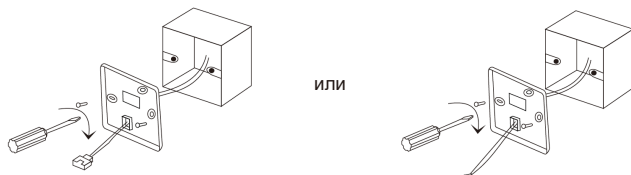

Рис. 2
3. Установите короб в стену (приобретается заказчиком). Пропустите электропровод из короба через заднюю крышку контроллера. Закрепите двумя винтами (20мм, входят в комплект поставки) заднюю крышку контроллера в коробе как показано на рис. 2.